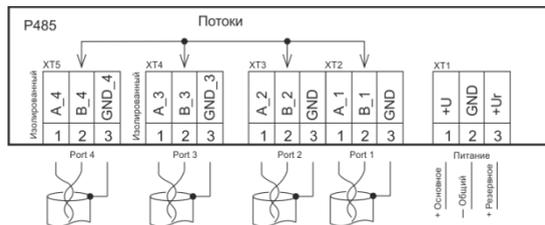

Рис. 6. Режим работы «Крест»
5.4 Режим работы «Крест» (см. рисунок 6)